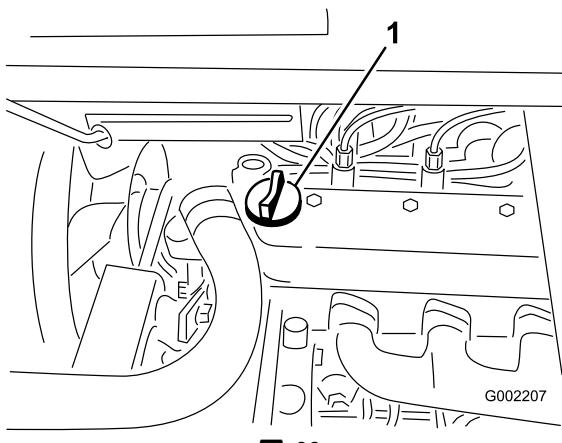

図 38
3. 油量が少なければ、バルブ・カバーの上についている補給口(図 38)を開け、ディップスティックの Full マークまでオイルを補給する；オイルの種類や粘度の選択については「エンジン・オイルについて」を参照。補給するときは、ディップスティックで確認しながら少量ずつ入れる。入れすぎないよう注意してください。